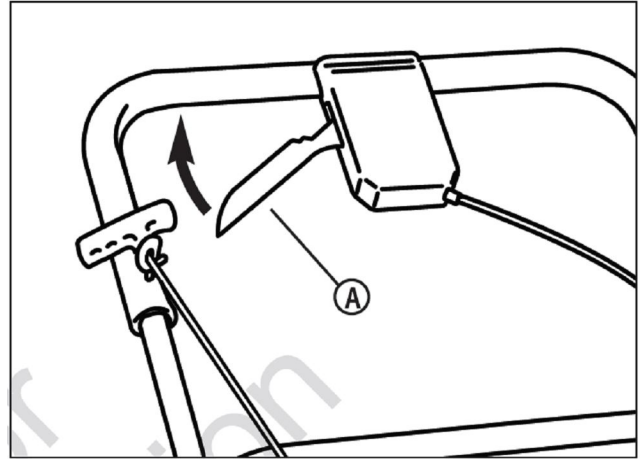

Рис. 11: Работа системы привода хода
- 2) Медленно потяните за рычаг привода хода (А, рис. 11) по направлению назад. Таким образом включается система привода. Чтобы увеличить скорость движения, медленно потяните рычаг назад. Для снижения скорости, постепенно отпускайте рычаг привода.